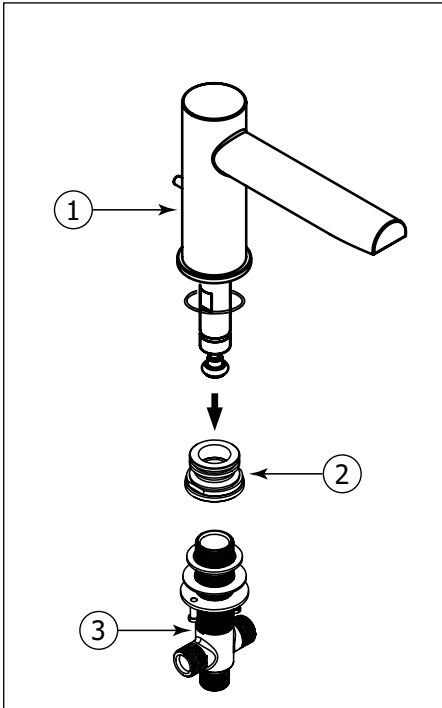

Fig.1
Separate the spout (1) from the slipfit adaptor (2) and the 'T' body (3) as shown fig. 1.
Séparer le bec (1) de sa base (2) et du corps en 'T' (3) tel qu'illustré Fig. 1.